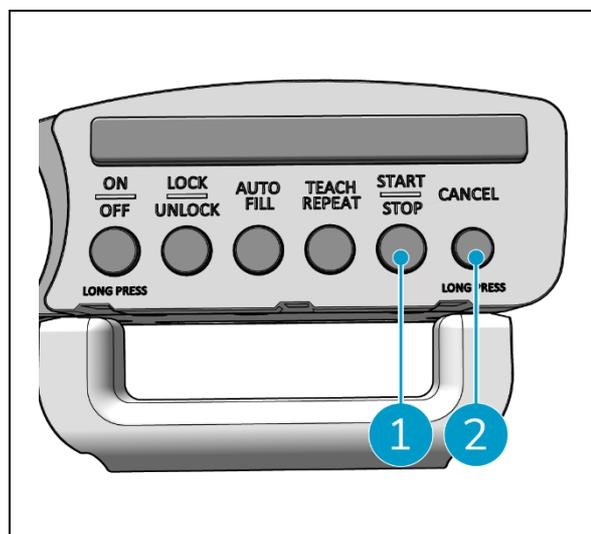

Figure 39
1. Placez l'i-walk devant le code QR. Le bouton Start/Stop (Figure 39, pos. 1) clignote en bleu lorsque le code QR est reconnu.
2. Appuyez sur le bouton Annuler et maintenez-le enfoncé (Figure 39, pos. 2) pendant quelques secondes. Un bip sonore confirme la suppression d'un chemin de nettoyage.